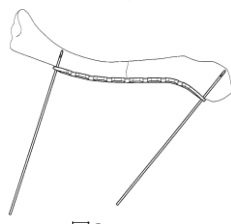

図3
- 4) 骨折線をまたいでプレートを鎖骨前方に設置し、ロックングスクリュー挿入・ロック時のプレートの回旋を防止するため、1.3ガイドピンで仮固定します。 (図3)